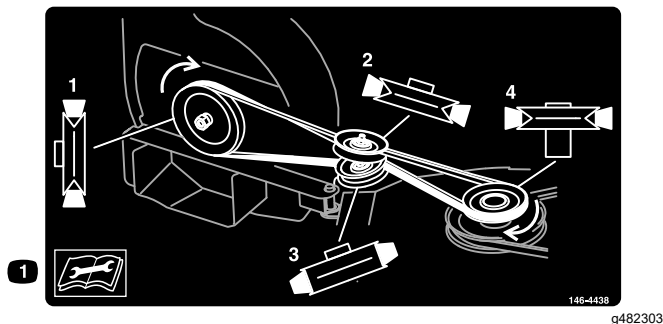
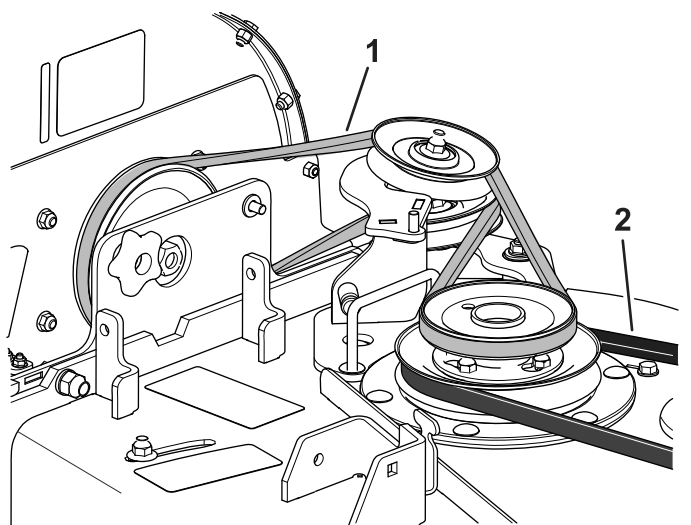

図 5
図 6
3. 図5と図6のように、プーリとアイドラアセンブリにベルトを取り付ける。